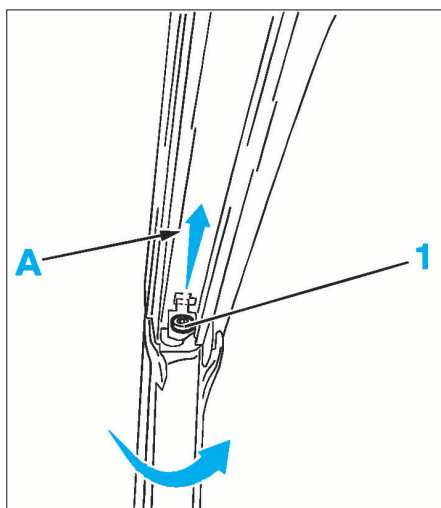

FIG. 39
- Déposer (**Fig.39**) :
- la fixation (1)
- la vitre fixe en la tirant vers (A), et par l'extérieur de la porte tout en la faisant pivoter vers la gauche afin de faire passer la coulisse.